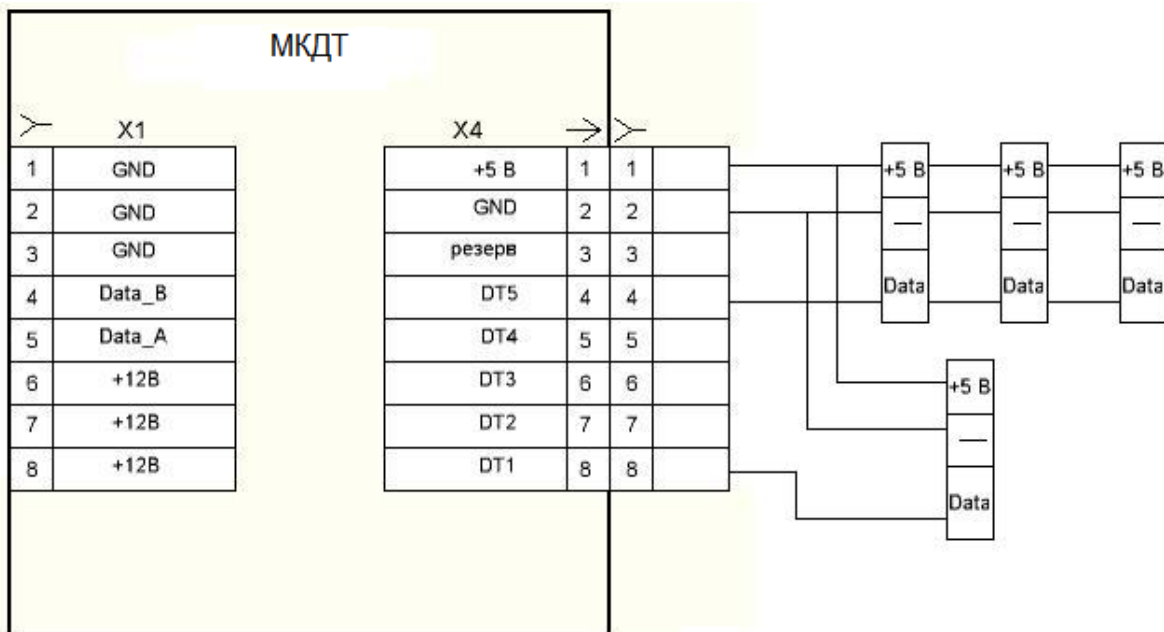

Рисунок 2. Пример подключения 4-х датчиков.
3. Подсоединить датчик к соответствующей линии данных (1..5 – см. рис.2).